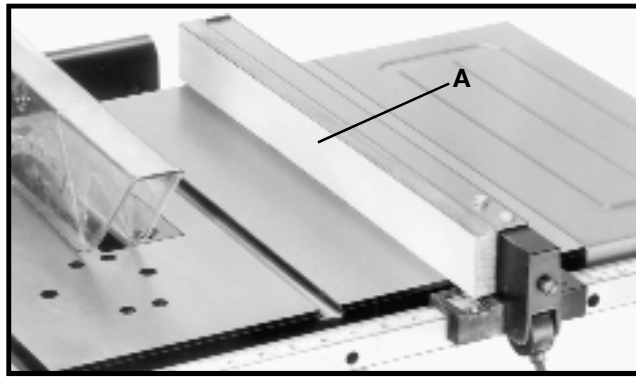

Fig. 50
Los revestimientos de madera (A) Fig. 50, son necesarios en algunas operaciones especiales en uno o ambos lados de la guía de corte longitudinal. El revestimiento de madera se sujeta a la guía con tornillos a través de los orificios de la guía. La mayoría de los trabajos necesitarán material de 19,05 mm (3/4"), aunque algún trabajo eventual podría requerir un revestimiento de 25,4 mm (1").